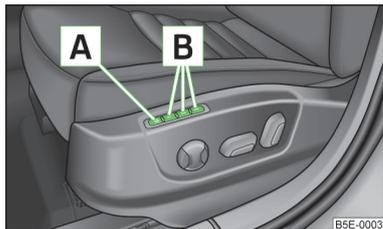

Abb. 47
Die Memory-Funktion für den Fahrersitz bietet die Möglichkeit, die Fahrersitz- und Außenspiegelposition zu speichern. Jeder der drei Speichertasten **B** » Abb. 47 kann eine Einstellposition zugeordnet werden.
- › Die Taste **SET** **A** » Abb. 47 drücken.
- › Die gewünschte Speichertaste **B** » Abb. 47 drücken.
- › **Kurz** die gewünschte Speichertaste **B** » Abb. 47 bei ausgeschalteter Zündung und geöffneter Fahrertür drücken.
- » Eine beliebige Speichertaste **[B]** » Abb. 47 auf Seite 64 drücken und gedrückt halten. Nachdem der Sitz die unter der betreffenden Taste gespeicherte Position eingenommen hat, gleichzeitig die Taste **[C]** auf dem Funkschlüssel innerhalb von 10 Sekunden drücken.
- » Die **[SET]**-Taste **[A]** » Abb. 47 auf Seite 64 drücken und gedrückt halten. Gleichzeitig die Taste **[C]** auf dem Funkschlüssel innerhalb von 10 Sekunden drücken.